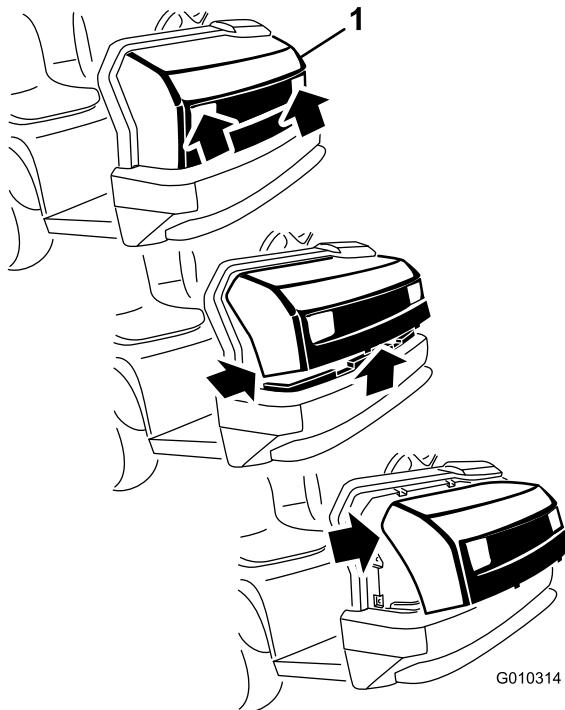

Figura 3
1. Afferrate il cofano dalle aperture dei fari, sollevatelo per sganciare le linguette di montaggio inferiori dalle fessure del telaio (Figura 3).
2. Ruotate verso l'alto la parte inferiore del cofano in modo da estrarre le linguette di montaggio superiori dalle fessure (Figura 3).
3. Ruotate in avanti la parte superiore del cofano e scollegate i connettori dei fili dai fari (Figura 3).